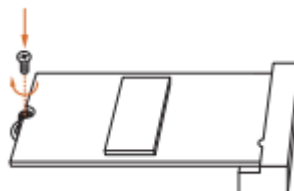

Рисунок 10 - Закрепление твердотельного накопителя M.2
3. Выровняйте и закрепите накопитель при помощи винта (Рисунок 10).